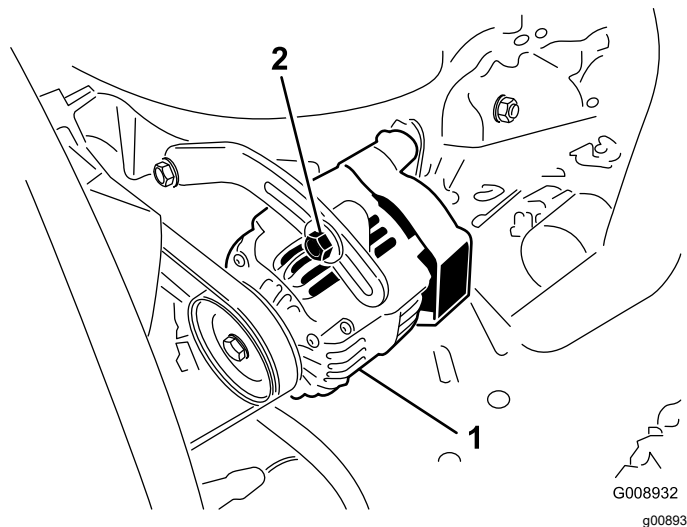

図 77
オアウターネータのベルト 図 77 は 100 運転時間ごとに点検します。
2. たわみが 10 mm でない場合には、オルタネータ取り付けボルトをゆるめる 図 77。